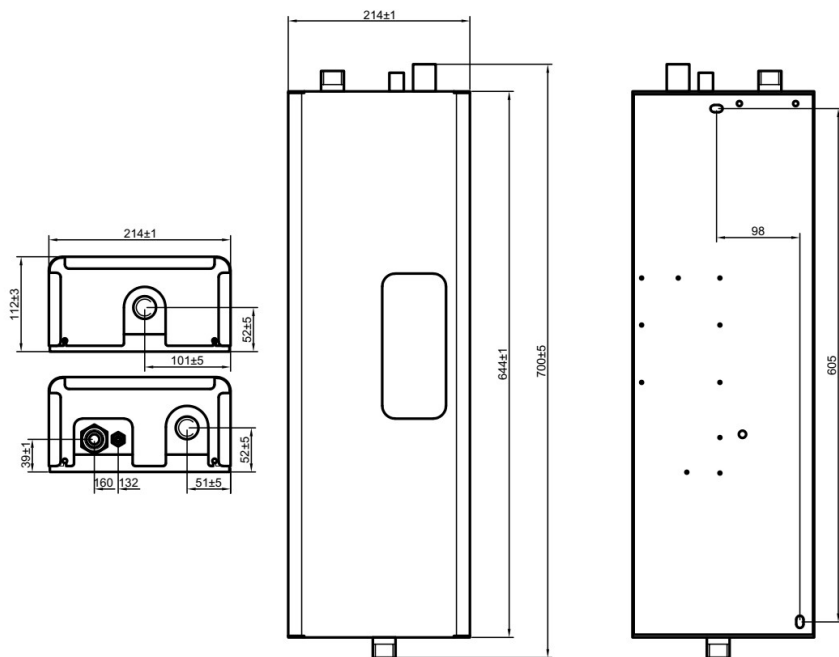

Рисунок 3 - Апарат КЕО-4,5-15/(220)380 - Б_{мц}
5.1 КЕО є конструкцією, що складається з окремих вузлів, розміщених в сталевому корпусі форми паралелепіпеда (рис.3). Корпус є конструкція, сприймаюча навантаження, яке виникає при експлуатації і транспортуванні.